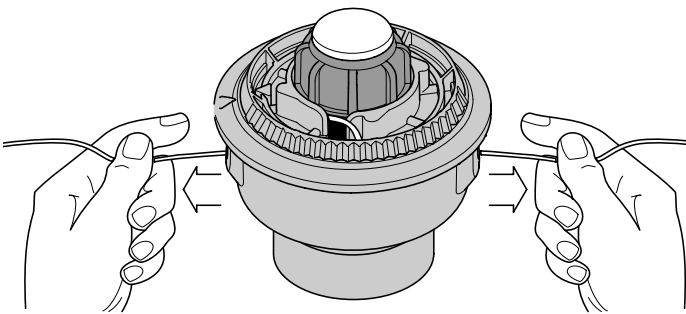

Fig. 51
9. Si el bobinado de la línea se torna dificultoso o la línea se enreda, tire de los extremos de la línea de la bobina. Continúe bobinando el carrete interior en sentido antihorario (Fig. 51).
Si el SpeedSpool® no suelta línea en forma correcta, tire firmemente de los extremos de la línea de la bobina (Fig. 51). Si al hacer esto no se suelta, siga las instrucciones de *limpieza del SpeedSpool®* a continuación.